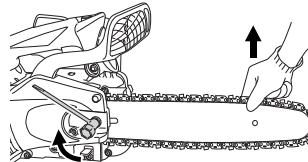

Fig. 7
- Soulevez l'extrémité du guide-chaîne et, avec la clé universelle spéciale, resserrez fermement les écrous de la bride du guide-chaîne. (**Fig. 7**)